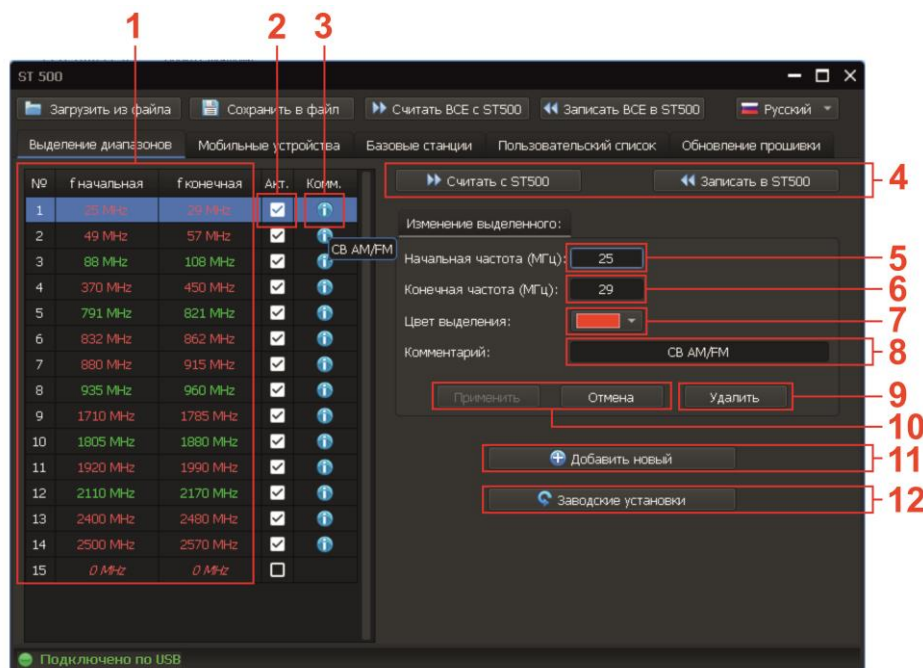

Рис.49
Экран прибора после включения режима представлен на рис.49.
Цифрами на рис.49 обозначено:
- начальной и/или конечной частоты (рис.49, п.5,6)
- выбрать цвет выделения (рис.49, п.7)
- ввести комментарий (рис.49, п.8)
- установить признак активности (рис.49, п.2)
- начальную и конечную частоту (рис.49, п.5,6)